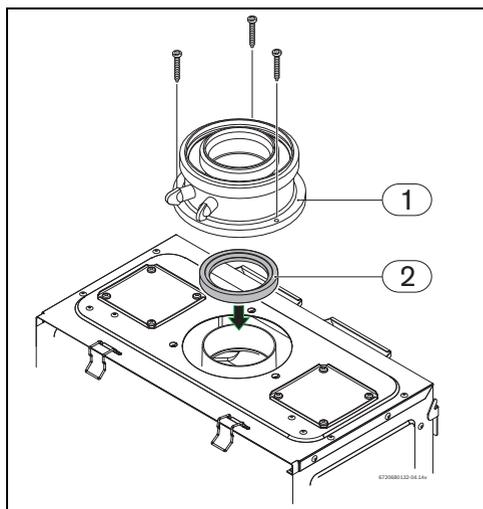

Fig. 25
- ▶ Placer le joint d'étanchéité entre l'appareil et l'accessoire (Fig. 25, n° 2).
- ▶ Serrer les trois vis de l'accessoire concentrique (Fig. 25, n° 1).